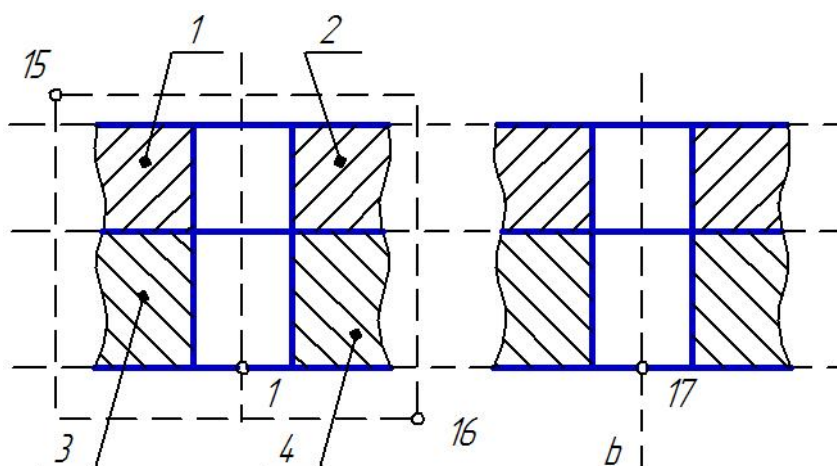

Рис. 3.12. Выполнение штриховки фронтального разреза и построение профильного разреза методом копирования
5. Выполните штриховку области разреза (рис. 3.12):